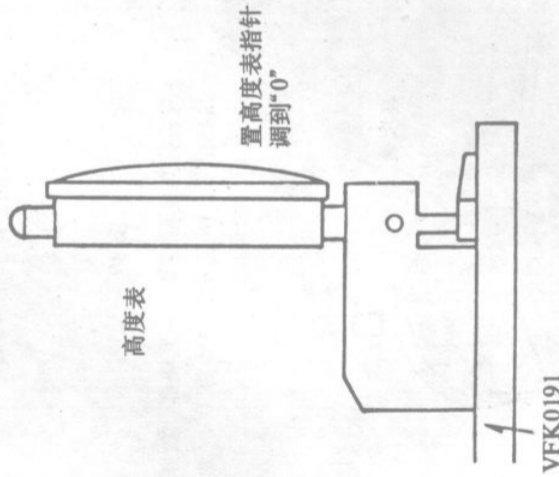

图 56
④ 置带盘高度表于调整杆处, 然后把表指针调到“0”, 如图 56 所示;